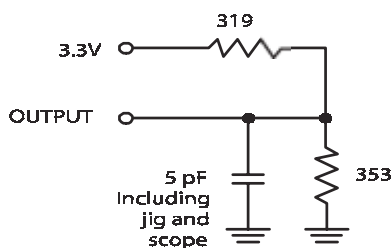

图 1
1. 测试条件: 信号跳变时间为 3ns 或更短, 1.5V 的时间基准电平, 0V~3.0V 的输入脉冲, 图 1 所示的输出负载。
输出负载	见图 1 和 2